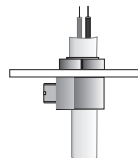

Fig. 2
- Nel caso di montaggio indipendente esterno (non in cassetta) sostituire i passacavo in gomma **P** con i "passacavo-pressacavo" opzionali, a richiesta (vedi fig. 2).